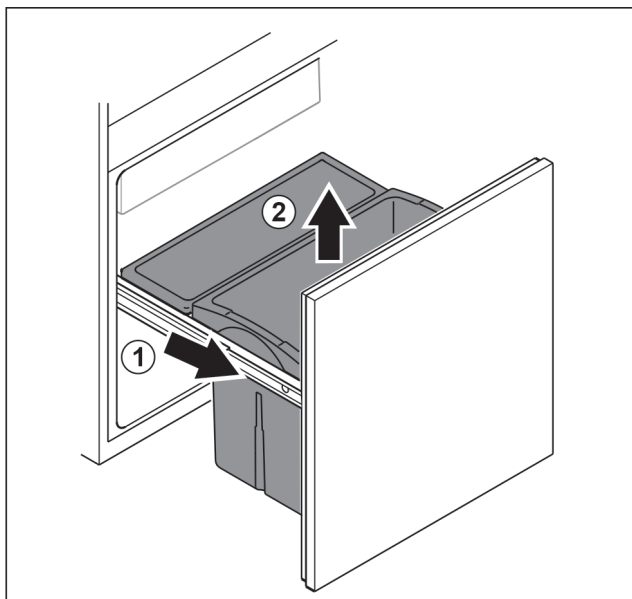

Fig. 101
- Estrarre il carrello estraibile fino all'arresto. Fig. 101 (1)
- Rimuovere il cassetto estraendolo verso l'alto. Fig. 101 (2)